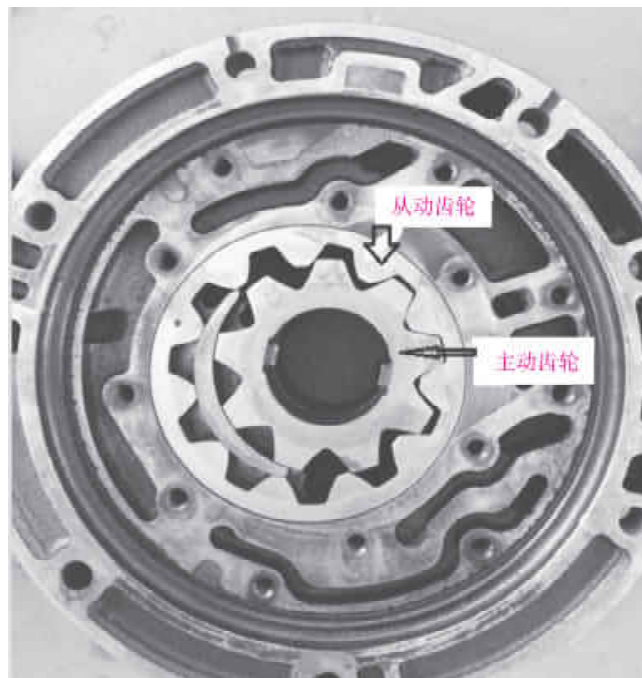

图 3-10 安装油泵齿轮
(4) 安装油泵从动齿轮, 注意标记, 确保从动齿轮的顶部朝上。安装油泵主动齿轮, 注意标记, 确保主动齿轮的顶部朝上, 如图 3-10 所示。